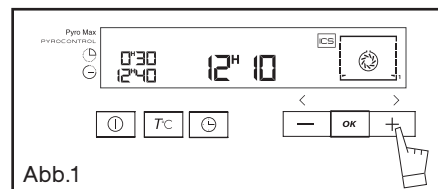

Abb.1
- Auf Taste ① drücken, dann Taste + bis zur Funktion **ICS** (Abb.1) wählen.